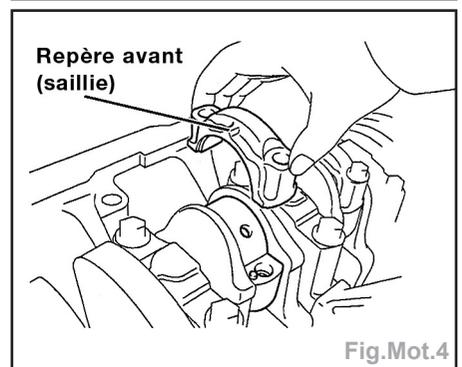

Fig.Mot.4
- reposer les chapeaux de bielle, en s'assurant que le repère avant est correctement orienté vers le distribution (Fig.Mot.4),